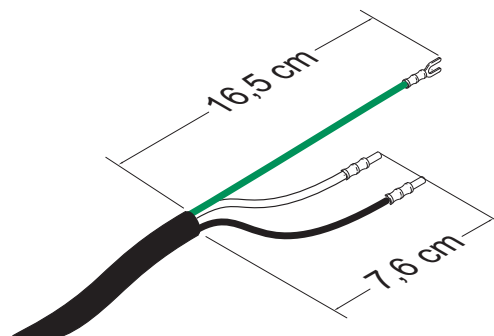

FIG. 8: Cabo de alimentação
- Adicione terminais, se necessário. Consulte a FIG. 8.